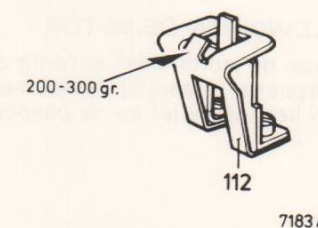

Fig. 7
**V. INSTELLING VAN DE AANDRUKVEER 112 (Fig. 7)**